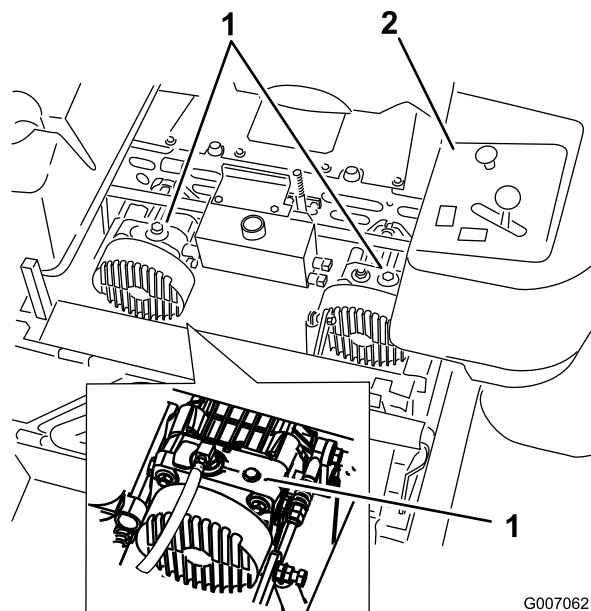

Figure 30
2. Tournez les vannes de dérivation d'un tour dans le sens anti-horaire pour pousser la machine. Cela permet au liquide hydraulique de contourner la pompe et aux roues de tourner (Figure 30).
Tournez les vannes de dérivation d'un tour dans le sens horaire pour conduire la machine (Figure 30).